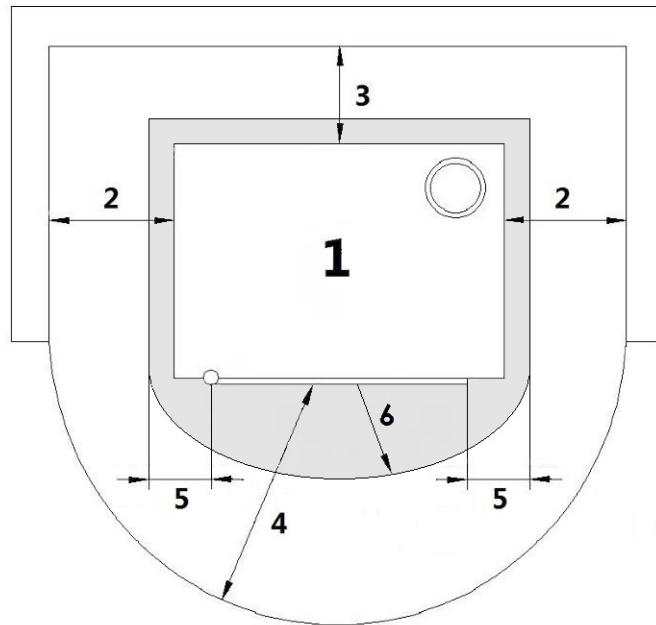

Fig. 13 - Instalación genérica
LEYENDA Fig. 13 a pág. 14
- Es aconsejable instalar la estufa despegada de eventuales muros y/o muebles, con una vuelta del aire mínima de 350 mm por los lados, de 400 mm por la parte posterior, para permitir un enfriamiento eficaz del aparato y una buena distribución del calor en el ambiente (véase **Fig. 13 a pág. 14**).
- Para las normas de seguridad antiincendios las distancias de objetos inflamables o sensibles al calor (sofá, muebles, revestimientos de madera etc...) deben ser respetadas como indicado en **Fig. 13 a pág. 14**.
- Si las paredes son hechas de material inflamable, hay que verificar las distancias de seguridad (véase **Fig. 13 a pág. 14**).